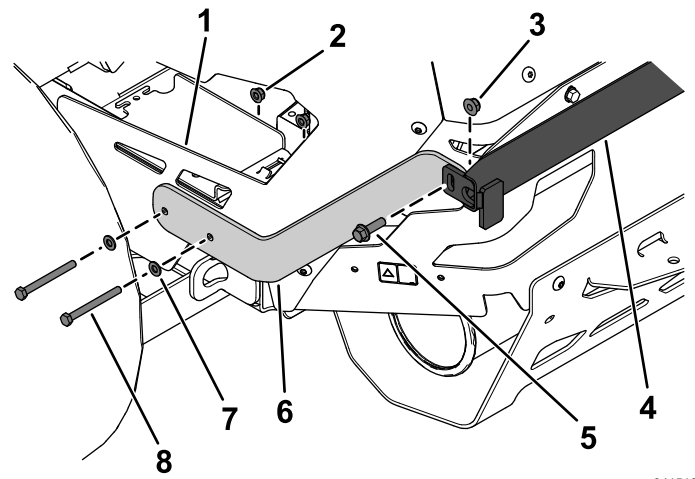

Figura 9
3. Sujete provisionalmente el soporte superior izquierdo al protector trasero izquierdo y al soporte superior usando 2 pernos de cabeza hexagonal (5/16" x 3/4"), 2 arandelas planas, 2 tuercas con arandela prensada (5/16"), 1 perno con arandela prensada (3/8" x 1 1/4") y 1 contratuerca (3/8"), como se muestra en la Figura 9.